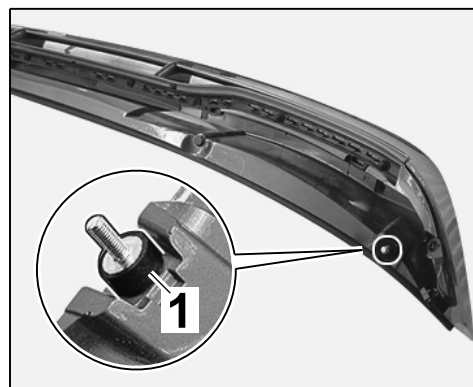

Рис. 18
- 9.2 Привинтить адаптер ⇒ Рис. 18 -1- к нижней части заднего спойлера справа и слева.